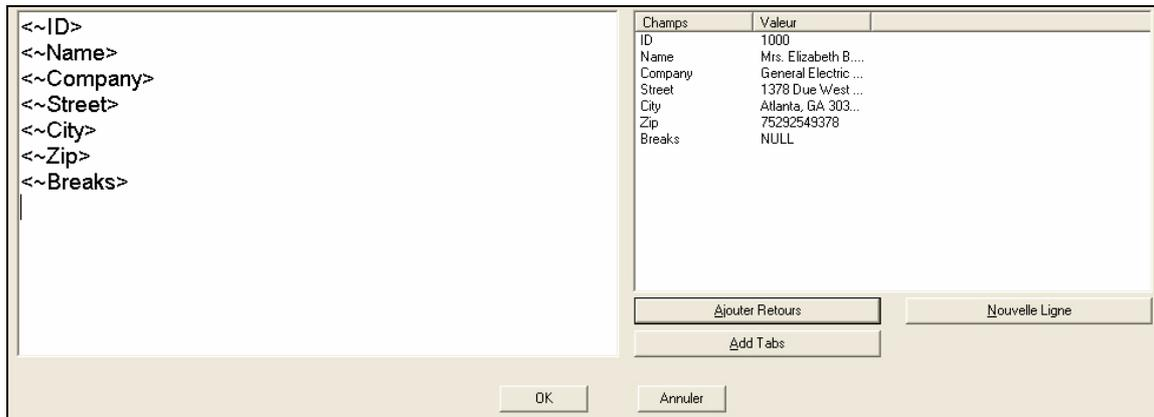

Figure 4-15: Champs Sélectionnés
- 4 Double-cliquer sur les *Champs* de la base de données sélectionnés dans la liste de droite. Ces champs se déplacent à gauche de l'écran (voir Figure 4-15 page 4-11). Vous pouvez aussi sélectionner le champ et cliquer sur le bouton *Ajouter Avec Retour* ou le bouton *Ajouter Avec Onglet*